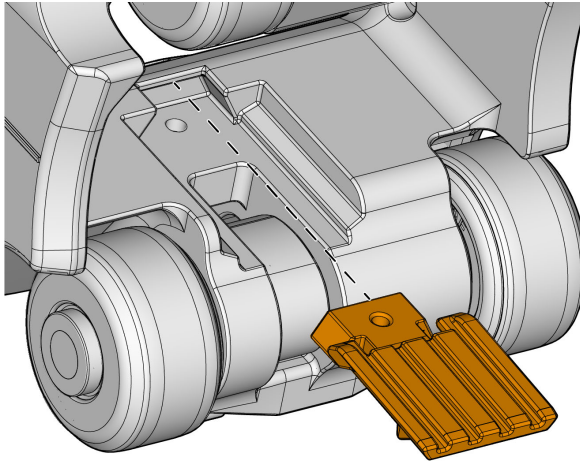

Abbildung 5-12 Entfernen der Verriegelungsvorrichtung der Sensorhalterung
3. Schieben Sie die Verriegelungsvorrichtung von der Unterseite des Fahrgestells aus der Verbindung (siehe Abbildung 5-12 auf Seite 88).